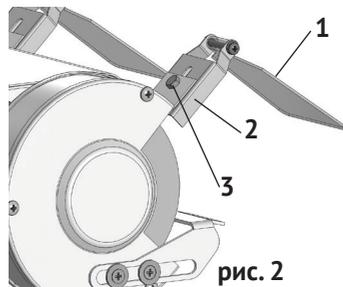

рис. 2
#### **2.5 Регулировка экранов (см. рис.2)**
Экран прозрачный (рис.2 поз.1) защищает глаза и руки оператора от искр, летящих от затачиваемого инструмента. Всегда используйте его при работе. При первоначальной установке и по мере износа шлифоваль-
ных кругов, периодически проводите регулировку установки кронштейна экрана (рис. 2 поз.2). Кронштейн экрана устанавливается на минимальном расстоянии от поверхности круга (2 мм). Это позволяет задерживать абразивные частицы, отлетающие от круга в сторону оператора.
- закрепить кронштейн в нужном положении болтом (рис.2 поз.3).